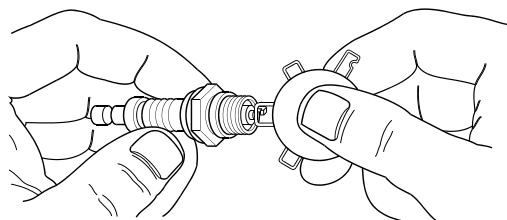

Figura 4-3: Ajuste de la separación del electrodo de bujía
5. Compruebe la separación de los electrodos de bujía usando un calibrador de espesores de alambre. Vea la Figura 4-3. Ajuste la separación doblando cuidadosamente el electrodo de conexión a tierra a: